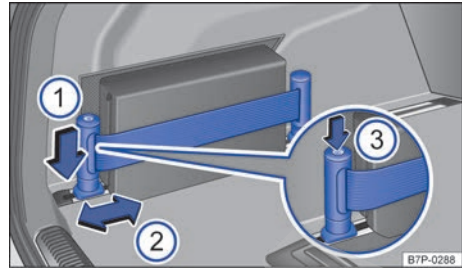

Fig. 229 En el lado izquierdo del maletero: cinta de sujeción.
- Presione el soporte hacia abajo → fig. 229 ① y desplácelo al mismo tiempo hacia la posición deseada ②.
- Presione el botón del soporte → fig. 229 ③ para tensar la cinta.